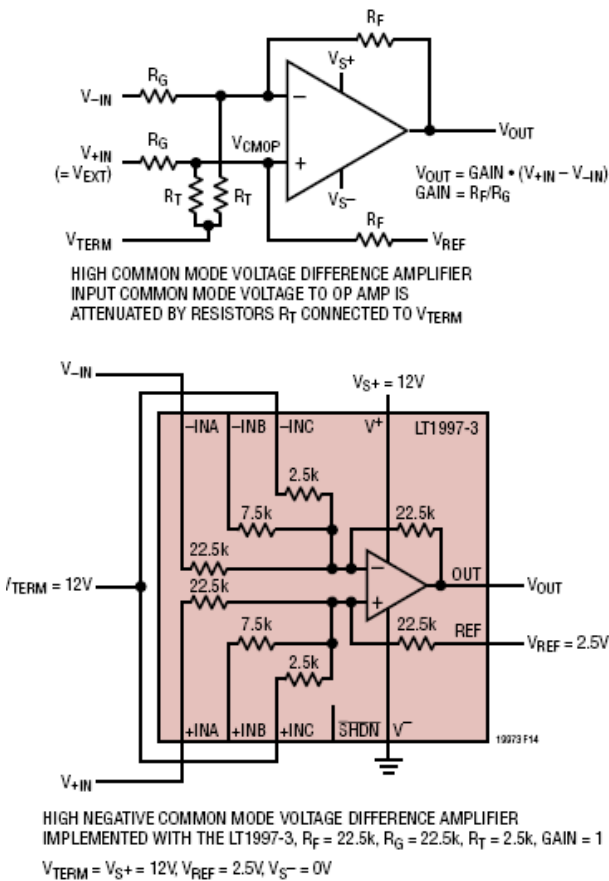
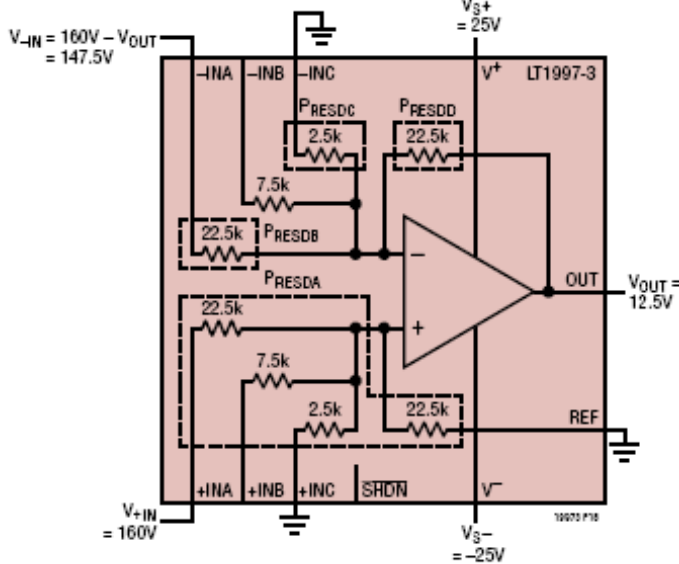

图 13. 扩展共模输入范围
图 18. 功耗示例
通过配置放大器对输入共模电压进行分压，可以扩展差动放大器的输入范围。图 13 上方显示了基本电路。由于电阻 R_T 衰减了内部运算放大器输入端看到的共模 (CM) 电压 (V_{CMOP})，因此电路的有效输入电压范围得以扩展。对于 LT1997-3， R_G 最有用的电阻是 +INA 和 -INA 22.5k Ω 电阻，因为它们没有连接到 V_{S-} 电源的二极管钳位器，因此可以高于两个电压轨。+INB、-INB、+INC 和 -INC 引脚可以达到 V_{S-} 以上 80V，但不得低于 V_{S-} 。如前所述，内部运算放大器的输入共模电压是限制因素，由运算放大器正输入电压 (V_{CMOP}) 设置。通过
给定 LT1997-3 中电阻的值,此式已经过简化和求值,结果公式如表 7 所示。将 $V_{S+} - 1.75V$ 和 V_{S-} 代入 V_{LIM} , 分别得到运算放大器正常工作区间的有效共模电压上限和下限值。将 $V_{S-} + 76V$ 和 V_{S-} 代入 V_{LIM} , 分别得到运算放大器 Over-The-Top 区间的有效共模电压上限和下限值 (详细信息参见本数据手册的“Over-The-Top 运行”部分)。下面是图 13 所示情况的计算示例。注意 +INC 和 -INC 端接,使得表 7 的第 3 行提供下式:
内部电阻的功耗 (P_{RES}) 取决于输入电阻的配置方式、输入电压、输出电压和 REF 引脚上的电压。以下公式和图 18 显示了 P_{RES} 的不同组成部分, 其与 LT1997-3 内部电阻的不同组别相对应, 假设 LT1997-3 采用双电源配置, +INC、-INC 和 REF 引脚接地 (下面公式中使用的电阻术语参见图 13)。